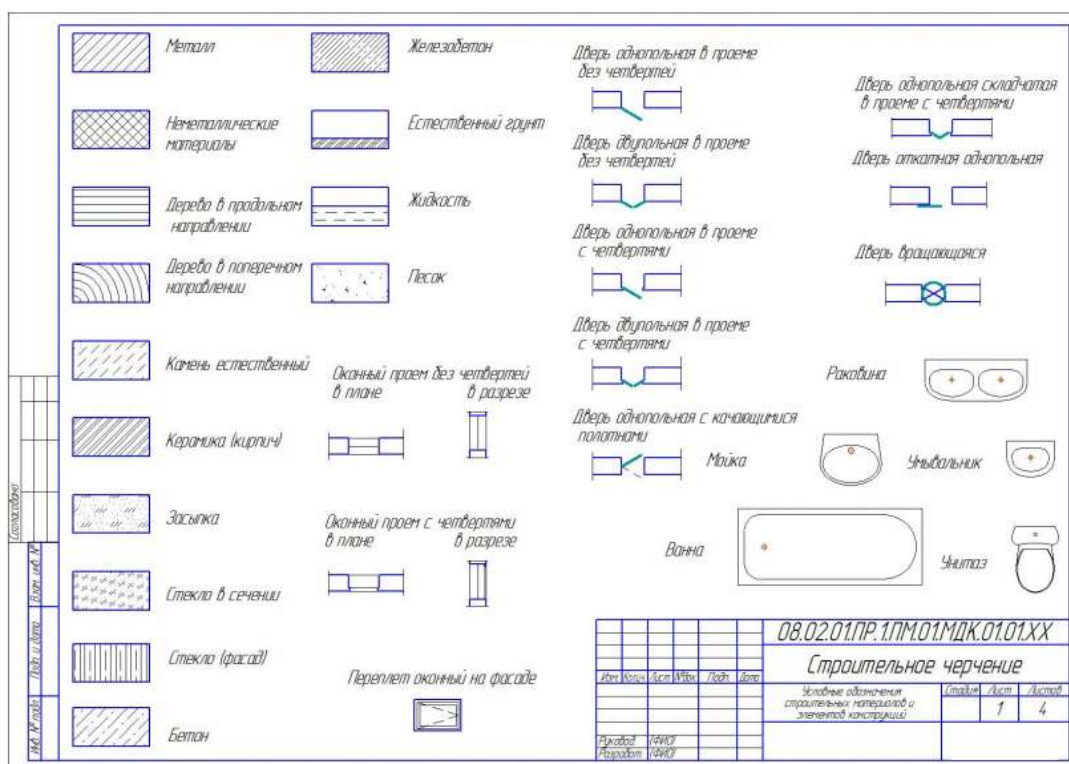

Рисунок 52 - Пример оформления графической работы
6. Данную работу выполнить в табличной форме, рис.52;